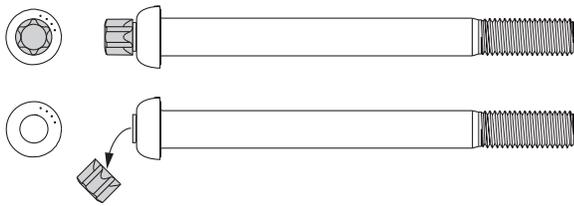

Figura 36: Tornillo Pivote de Cabeza Desprendible
- El instalador no desprendió la cabeza del tornillo (Figura 36 en página 28).